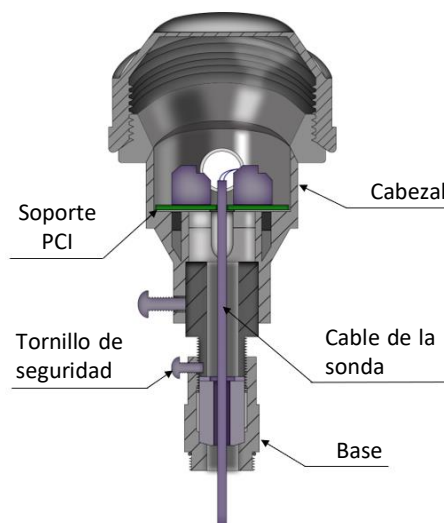

Figura 24 - Interior del CP-MBR
5. Pele aproximadamente 4 mm de cada una de las 4 rutas de cable. Luego, realice las conexiones eléctricas siguiendo el diagrama que se muestra en la Figura 24. Los terminales de conexión son de resorte, es decir, simplemente inserte la parte conductora en sus terminales. Por lo tanto, el uso de terminales tipo aguja es opcional;